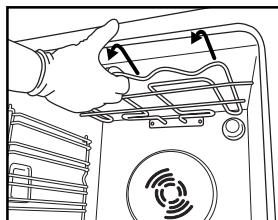
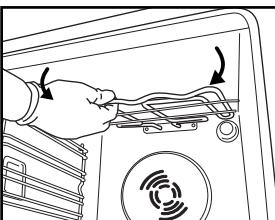

Рис. 4
Рис. 5
- Слегка вытяните нагревательный элемент (Рис. 4) и опустите его (Рис. 5).